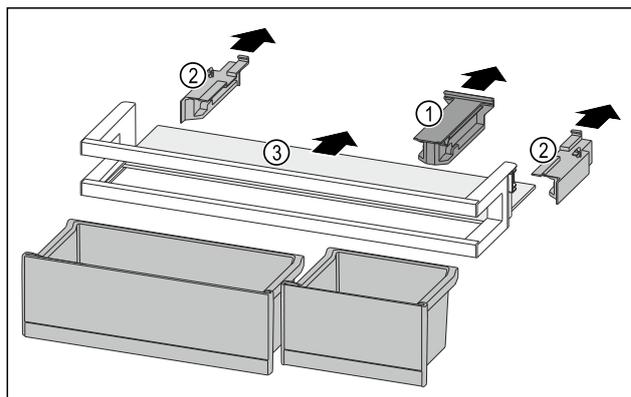

Fig. 92
- ▶ Retire la pieza de retención Fig. 92 (1).
- ▶ Retire las partes laterales Fig. 92 (2).
- ▶ Retire el estante Fig. 92 (3).